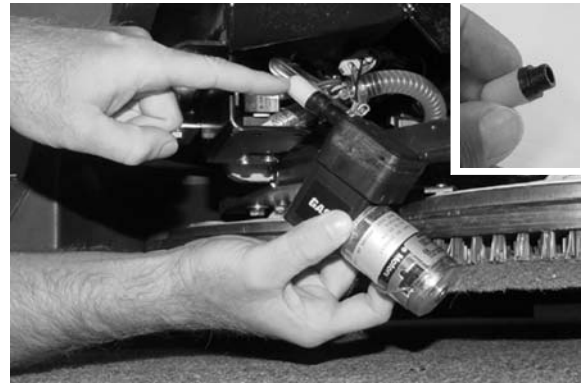

FIG. 36
2. Modèle FaST: Dévissez le filtre et retirez-le de la pompe à air, puis nettoyez le filtre en utilisant de l'air pulsé. Pour accéder à la pompe à air, retirez les deux vis de fixation qui maintiennent la pompe sur l'avant de la machine (Figure 36).